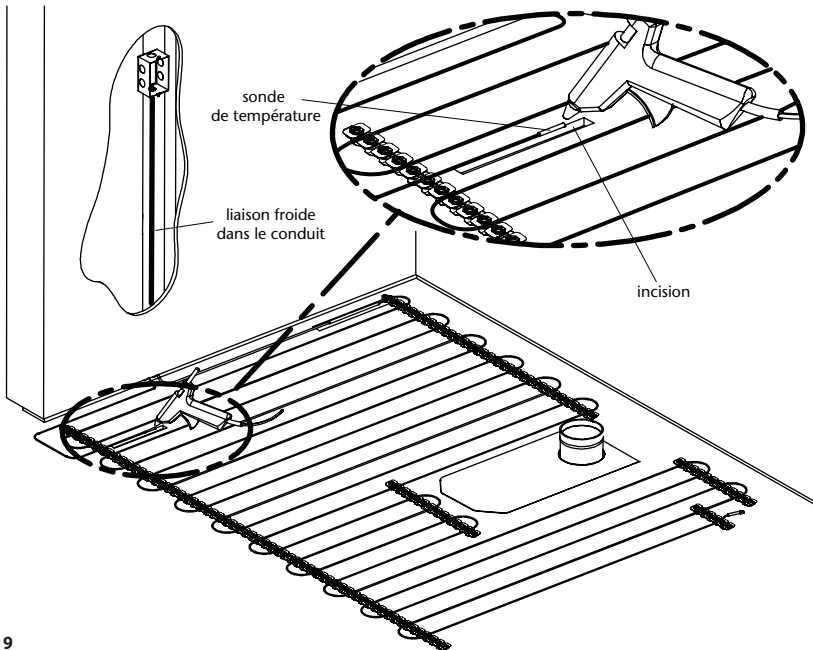

Figure 9
- Coller la sonde au sous-plancher (Figure 9). Celle-ci doit être solidement fixée au sous-plancher afin de rester en place au moment de verser le ciment ou autre liant équivalent (colle à base de ciment, colle à céramique, ciment autonivelant).
- La sonde de température devra être centrée entre deux câbles chauffants parallèles, sous le treillis (figure 9). L'endroit idéal d'installation de la sonde de température est un endroit susceptible d'être dégagé de tout objet et à l'abri des influences extérieures (rayons de soleil) susceptibles de fausser la lecture de la température du sol. Pour obtenir un confort optimum, il est impératif de dégager la zone au-dessus de la sonde.